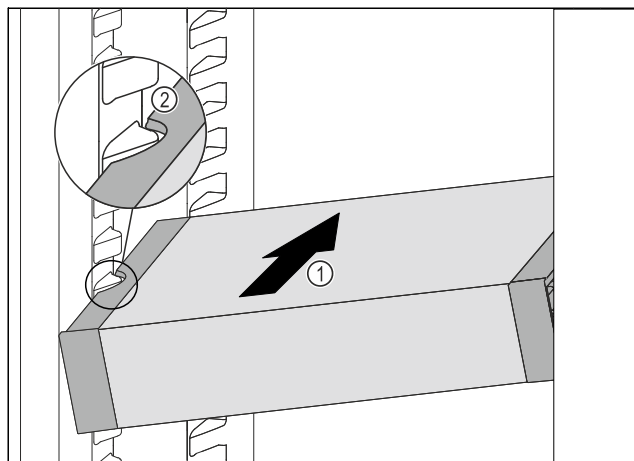

Fig. 170
- ▶ Zasuňte VarioSafe do chladničky pod úhlem tak Fig. 170 (1), aby vybrání na bocích Fig. 170 (2) VarioSafe byla na úrovni žebrování na nádoby v chladničce.